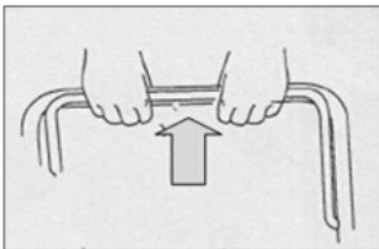

Fig. 2A
a) Stando dietro all'apparecchio, afferrare la maniglia del freno e premerla contro la maniglia in alto. (Fig. 2A)